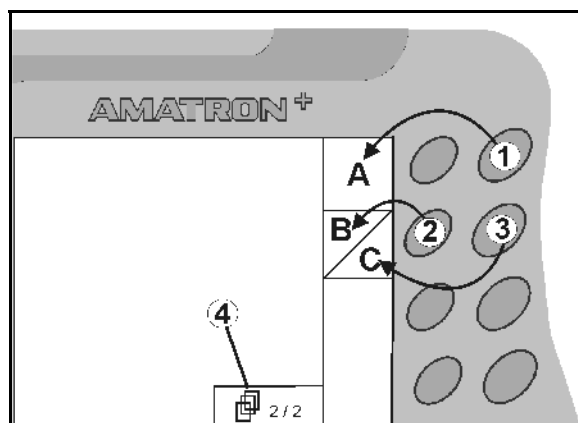

Рис. 7
- Для отображаемых на дисплее квадратных полей назначена только правая кнопка (Рис. 7/1) функционального поля (Рис. 7/А).
- левая кнопка (Рис. 7/2) относится к верхней левой части (Рис. 7/В)
- правая кнопка (Рис. 7/3) относится к нижней правой части (Рис. 7/С)
|  | <ul style="list-style-type: none"> <li>• Переход к следующим пунктам данного меню (возможен только при появлении на дисплее символа (Рис. 7/4)).</li> <li>• Обучающее меню - джойстик</li> </ul>   |